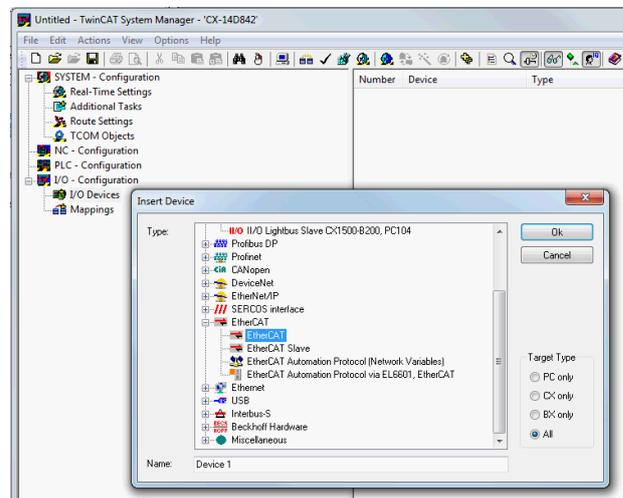

Abbildung 6.11 Fügen Sie einen EtherCAT® Master zum Projekt hinzu
3. Wählen Sie im folgenden Fenster [*EtherCAT* → *EtherCAT*] (siehe *Abbildung 6.11*).